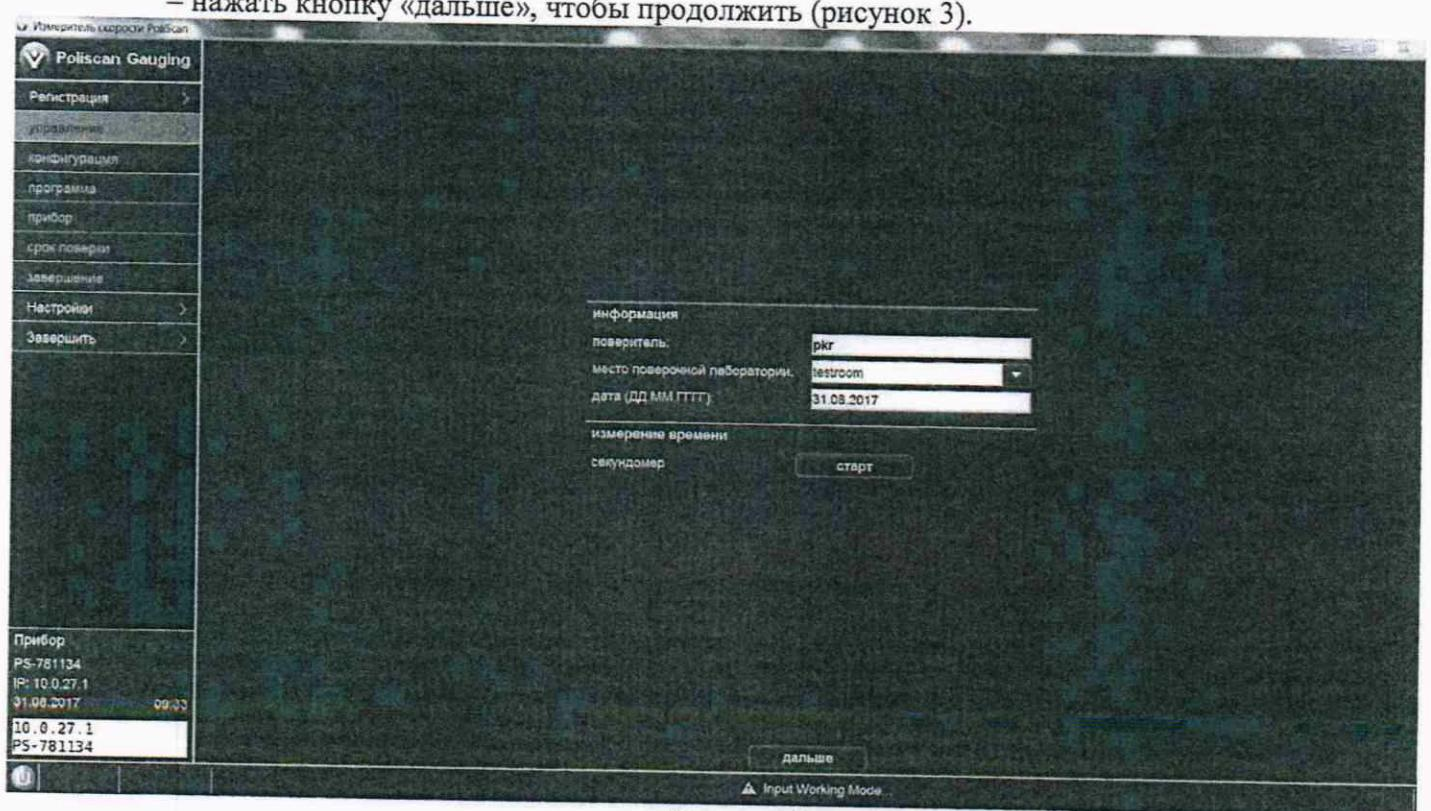

Рисунок 3
- нажать кнопку «далее», чтобы продолжить (рисунок 3).